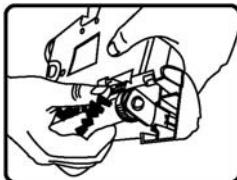

Fig. 13
- Levante el extremo del cepillo y el tope fuera de la ranura. (Fig. 13).
- Inserte el otro extremo del cepillo en la ranura. (Fig. 13).
- Tire del cepillo para sacarlo. (Fig. 13)
- Deslice la correa sobre la cubierta del cepillo giratorio y vuelva a insertar el rodillo en la ranura. (Fig. 13)